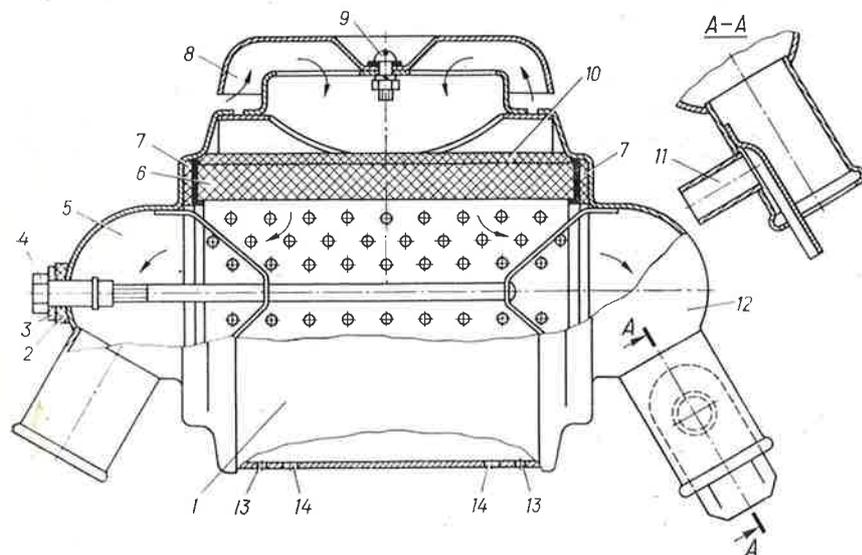

Рис. 16. Воздухоочиститель с бумажным фильтрующим элементом:
**Воздухоочиститель с бумажным фильтрующим элементом.** Оба карбюратора имеют общий воздушный фильтр, который крепится с помощью двух болтов к картеру коробки передач. Устройство фильтра показано на рис. 16.
При эксплуатации мотоцикла по асфальтированным дорогам после 5000 км пробега рекомендуется продуть сухим воздухом предфильтр, предварительно снятый с фильтрующего элемента. Для этого необходимо отвинтить специальную гайку 4 (рис. 16), снять крышку 5 и вынуть фильтрующий элемент 6. Для продувки можно использовать мотоциклетный насос. Очистка фильтрующего элемента воздушного фильтра производится аналогично. Струю воздуха следует направить на внутреннюю поверхность элемента.